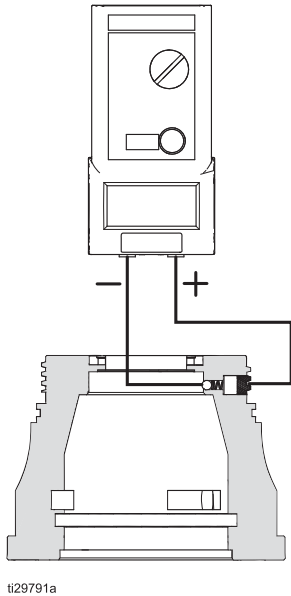

FIG. 18 Resistencia del alojamiento frontal
3. Si la resistencia es $<0,1$ megaohmios, vuelva a armarlo y compruebe de nuevo todo el aplicador. Asegúrese de que los contactos con resorte estén limpios y haga contacto con la superficie correspondiente. Consulte FIG. 18.